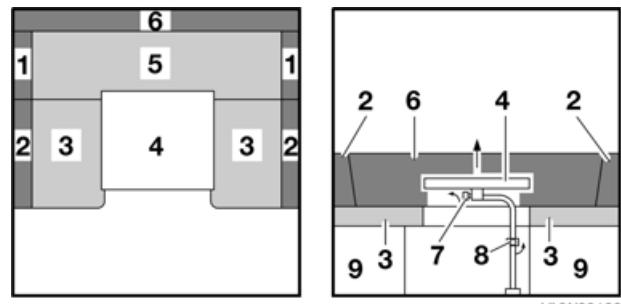

Bild 49 Vor dem Umbau
- Befestigungsschraube (Bild 49,7) an der Tischunterseite lösen und Tischplatte (Bild 49,4) abheben.
- Befestigungsschraube (Bild 49,8) für Tischfuß lösen, Tischfuß nach oben aus der Halterung herausziehen.